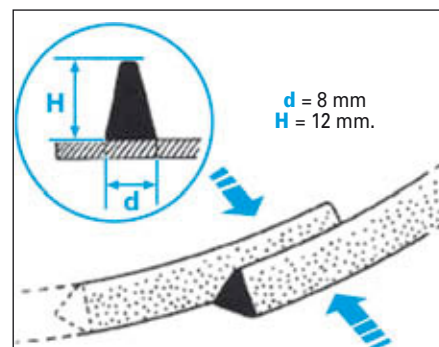

FIG.2
- Découper l'embout de la buse à la largeur "A" et sur une hauteur "B" (Fig.2).